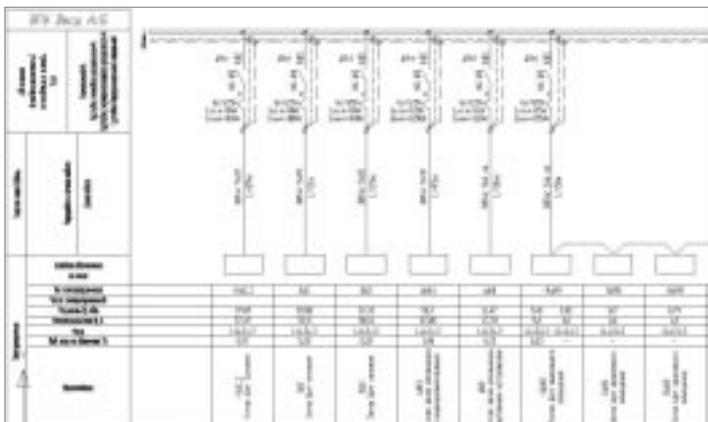

Рис. 2
■ однолинейные схемы распределительной и питающей сетей (рис. 2);